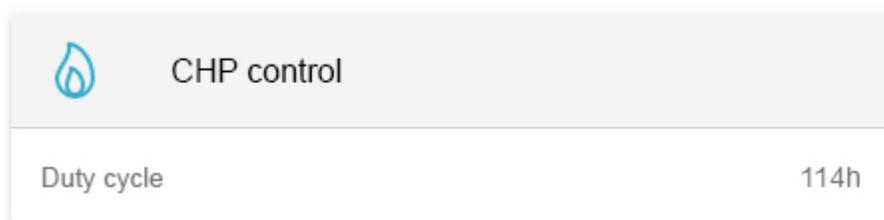

Figure 20. Widget — Historische Ansicht 1
- Figure 20. Widget — Historische Ansicht 1